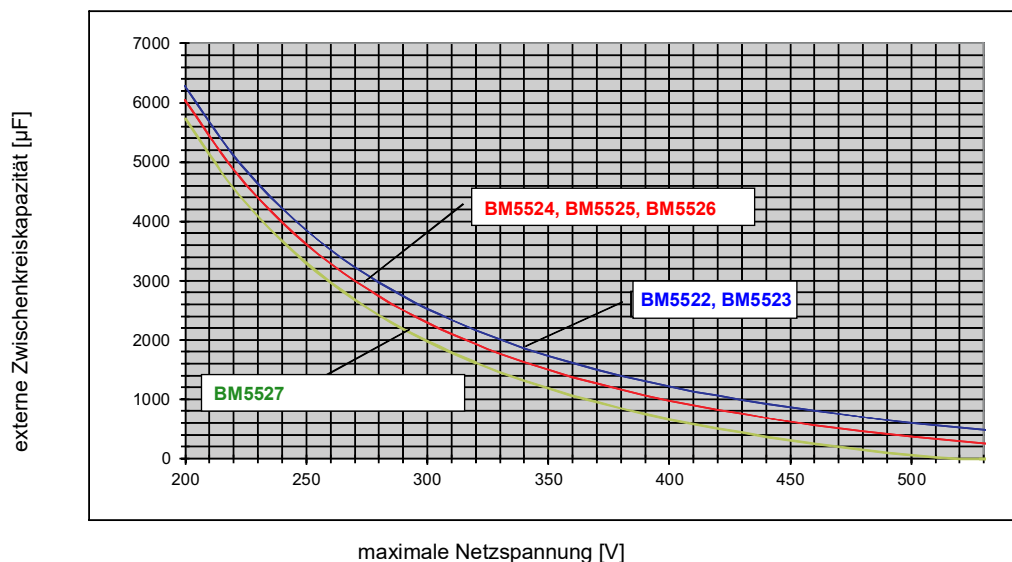

Abbildung 36: Maximale externe Zwischenkreiskapazität BM552X Universalgeräte
Zwischenkreiskapazität (extern), zulässig	Siehe ►Abbildung 36◄ auf Seite 66
- 9) Der angegebene Wert gilt nur, wenn keine zusätzliche Zwischenkreiskapazität an den Zwischenkreisanschlussklemmen angeschlossen ist. Siehe dazu auch ►Netz-Einschalthäufigkeit/Zwischenkreisaufladung◄ auf Seite 231 und ►Abbildung 36◄ auf Seite 66.